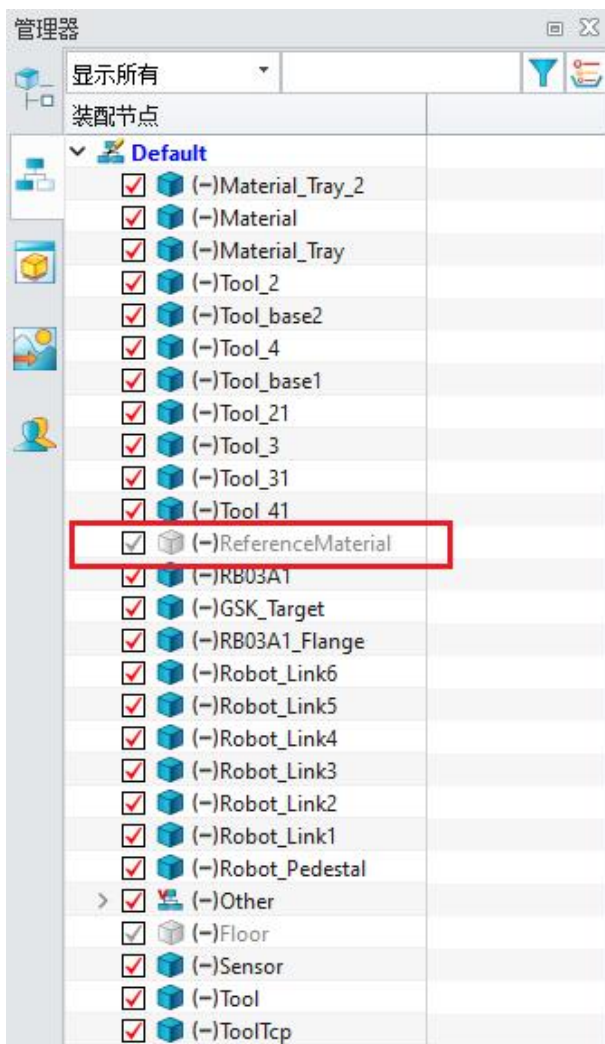

图 10-34: 隐藏
- ◇ 此外，隐藏了组件“ReferenceMaterial”以更好地可视化机器人的抓手及其与物体的交互。（图 10-34）